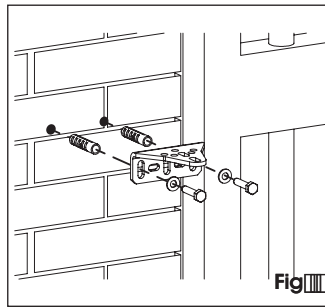

Fig 3
- Fixer la partie fixe de la patte postérieure dans la position déterminée précédemment en utilisant des systèmes de fixation adéquats. Si les piliers sont en fer on peut souder directement la patte sur le pilier. Voir figures et fig 3.